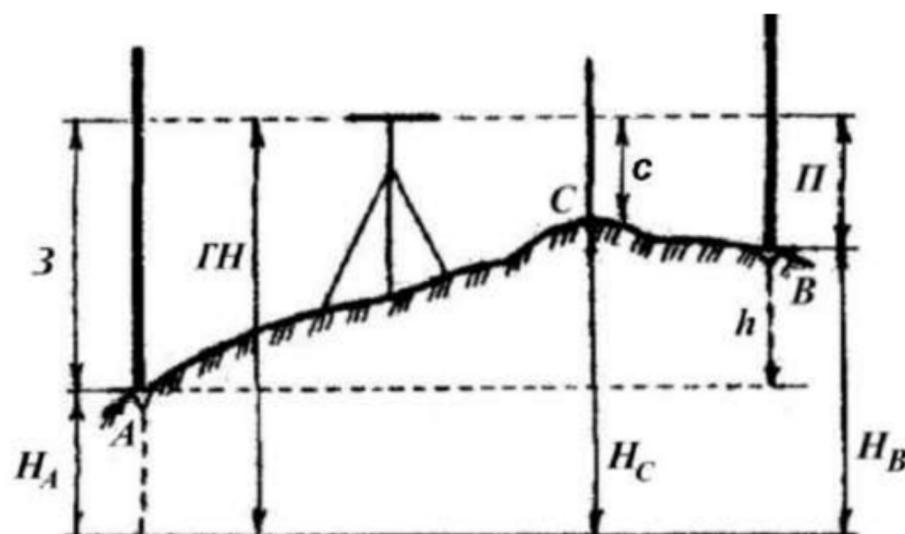

Рисунок 8 – Геометрическое нивелирование из середины
Техническое нивелирование выполняют геометрическим нивелированием из середины с помощью технических нивелиров и нивелирных реек. Для этого необходимо установить в точку А и точку В нивелирные рейки, а между ними нивелир (см рисунок 8). Направив горизонтальную визирную ось нивелира на рейки, выполняют отсчеты по черным и красным сторонам реек.
2) через горизонт нивелира (ГН, рисунок 8).